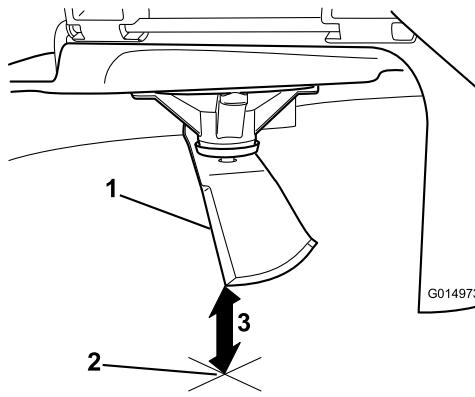

Figura 117
- 5. Mida desde la punta de la cuchilla hasta la superficie plana (Figura 117).